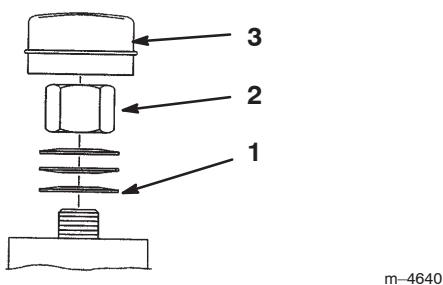

Figure 48
3. Retirez le capuchon anti-poussière de la roue et serrez le contre-écrou (Fig. 48).
4. Serrez le contre-écrou jusqu'à ce que les rondelles élastiques soient aplatis, puis desserrez-le de 1/4 de tour pour obtenir la précharge correcte des roulements (Fig. 48).
Important Veillez à installer les rondelles comme illustré à la Figure 48.